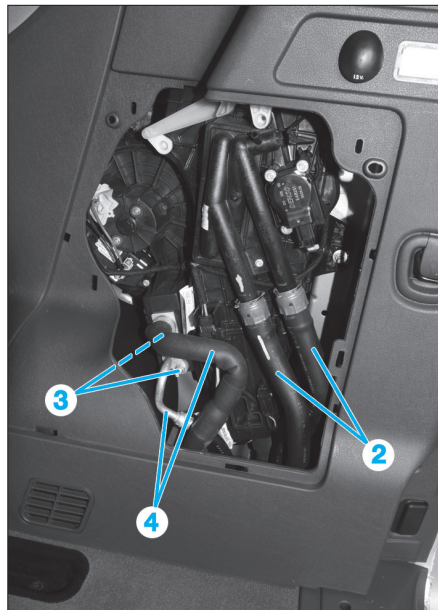

Fig. 16
- les agrafes de verrouillage des durits (2) (Fig.16).
- Désaccoupler les durits (2).
- Déposer les écrous de maintien (3) des conduits (4).
- Désaccoupler et écarter les conduits (4).